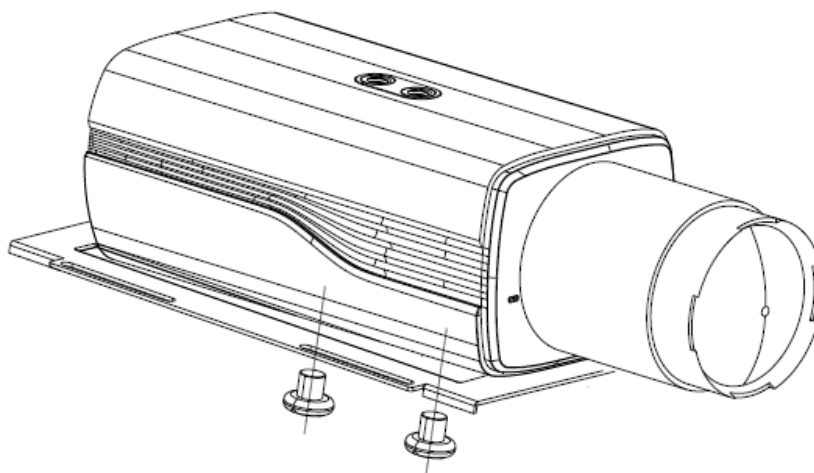

図 2-2 バックプレーンをカメラハウジングに固定する
3. バックプレーンをカメラハウジングから取り外します。図 2-2 に示すように、付属のネジでカメラをバックプレーンに取り付けます。